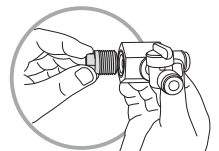

Figura 6
- 2- Rosqueie o tampão de 1/2" (não incluso no kit de instalação) no adaptador (Figura 6). Use fita de vedação para evitar vazamentos.